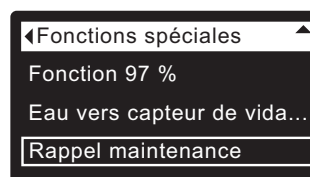

FIG. 96
1. À partir d'un écran d'état dynamique, appuyez sur le sélecteur (O) pour afficher le **Menu principal**.
3. Appuyez sur le sélecteur (O) pour afficher le menu des fonctions avancées.
5. Appuyez sur le sélecteur (O) pour afficher le menu des fonctions spéciales (cf. Figure 96).
9. Appuyez sur le sélecteur (O) : l'afficheur revient au menu des fonctions spéciales (cf. Figure 96).